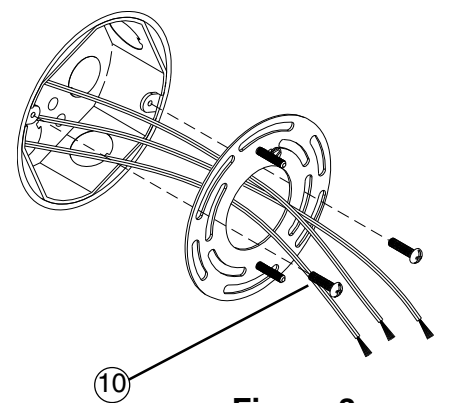

Figure 3
3. **With the power turned off at circuit breaker box**, position Mounting Plate (1) near the junction box and feed supply wires through center hole, position with installed Screws aligned vertically (after mounting) and threads facing outward. Secure using 1" (10) Screws provided. **See Fig. 3.**
3. **Con la electricidad apagada** en la caja de cortacircuitos, coloque la Placa de Montaje (1) cerca de la caja de lambrado y alimente los alambres de suministro por el agujero de centro, coloque con los Tornillos instalados alineados verticalmente (después de montaje) e roscas mirando hacia afuera. Asegure usando Tornillos 1" (10) proporcionados. **Vea Fig. 3.**